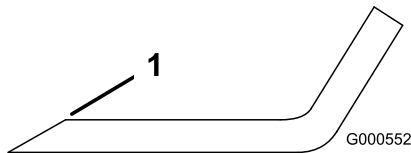

Figura 56
- Utilice una lima para afilar el filo de corte en ambos extremos de la cuchilla (Figura 56).
**Nota:** Si la cuchilla no está equilibrada, rebaje algo del metal en la parte de la vela solamente con una lima (Figura 56).